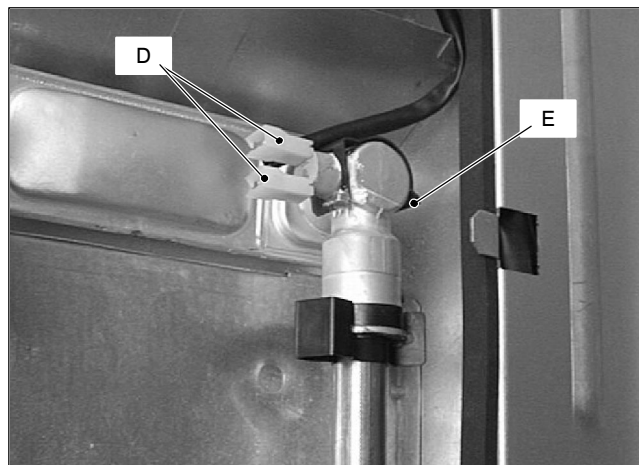

Fig. 69
- 2 Disconnect the wiring *D* (Fig. 69).